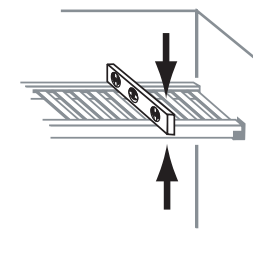

FIG. 4.4
- Nivele el estante (de adelante hacia atrás. Fig. 4.4)